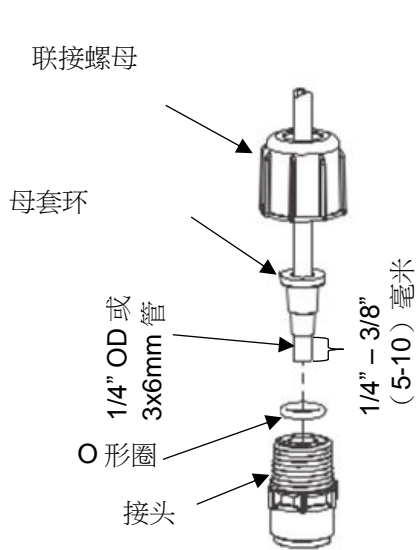

图 4：1/4" OD 管的连接
- a. 对于 1/4" OD 管：将母套环定位，以便使 1/4" 至 3/8"（5-10 mm）管从母套环伸出。将套环的凸起环朝向联接螺母（参考图 4：1/4" 外径管接头）。